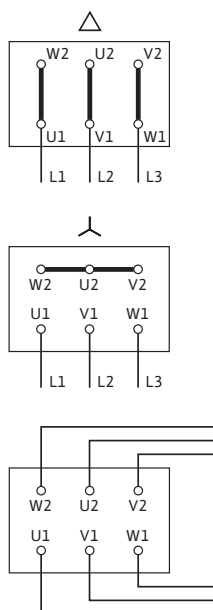

Fig. 17: Napięcie zasilania
Schemat przyłączeniowy przyłącza elektrycznego znajduje się na skrzynce zaciskowej (patrz również Fig. 17).
- Napięcie zasilania jest zależne od mocy silnika  $P_2$ , od napięcia sieciowego i od sposobu załączania. Sposób wymaganego połączenia mostków łączących w skrzynce zaciskowej został opisany w poniższym wykazie „Tab. 4: Przyporządkowanie zacisków” na stronie 74 i na Fig. 17.